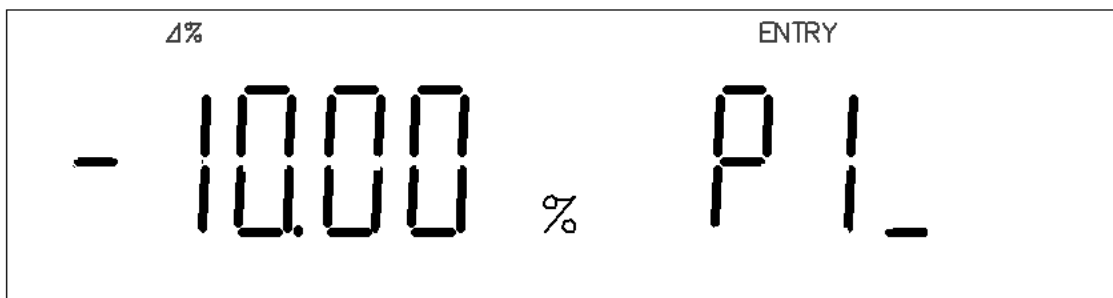

图 3-5 分选参数设定
2. 按 $\text{[LIMITS]}$ 键，显示如图3-5所示。“P1\_”闪烁，表示处于主菜单模式。主参数显示区显示当前P1档下限值。